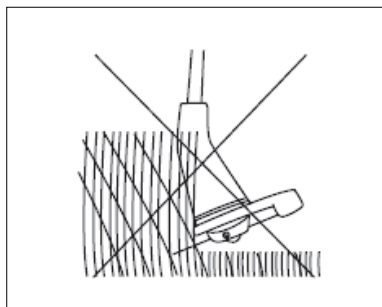
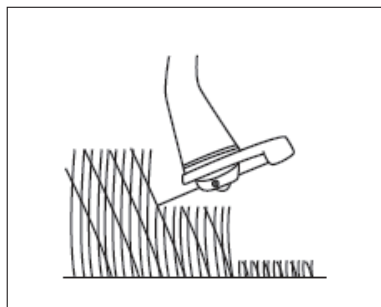

Fig. 24
Fig. 25
6. Certifique-se de que o dispositivo de corte permanece sempre limpo e livre de sobras que possam causar um encravamento. Verifique regularmente. Liberte o interruptor de ligar/desligar (3) e remova o conjunto de baterias antes de verificar.
7. Apare a relva mais comprida por etapas; não corte erva comprida num só corte (Fig. 24). Para obter os melhores resultados, corte a erva mais comprida por etapas (Fig. 25).